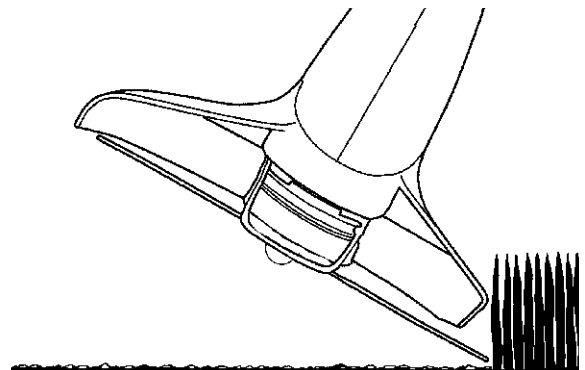

Fig. 14
5. **REMOVER VEGETACIÓN** (Fig. 14). Gire la unidad 30 grados hacia la izquierda. Ajustando el maneral tendrá mejor control de esta operación. Siempre mantenga una distancia de 50 pies (15 metros) de cualquier persona o animal. No intente hacer esta operación si existe la posibilidad de que alguna partícula pudiera dañar al operador, a otras personas o pueda dañar objetos.